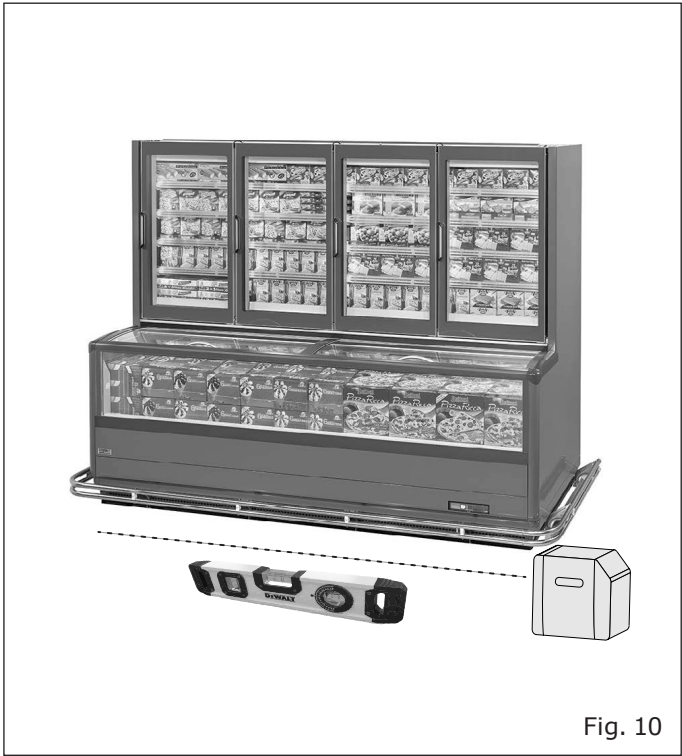

Fig. 10
- Num chão nivelado ("Fig. 10").